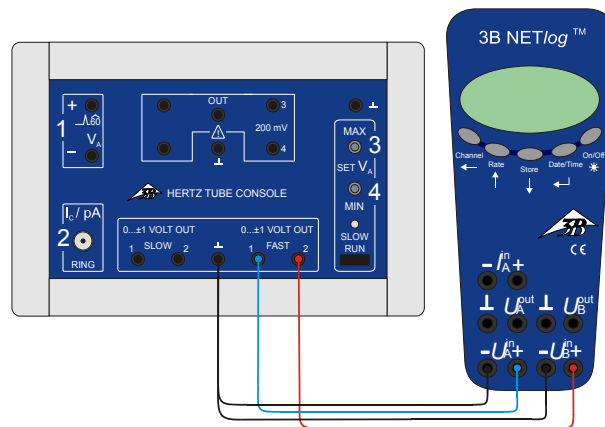

Fig. 2 Anschluss des 3B NETlog™ an das Steuergerät für Kritische-Potenziale-Röhren
- Ausgang Fast 1 der Steuereinheit an Eingang A und Ausgang Fast 2 an Eingang B des 3B NET/og™ anschließen. (siehe Fig. 2)